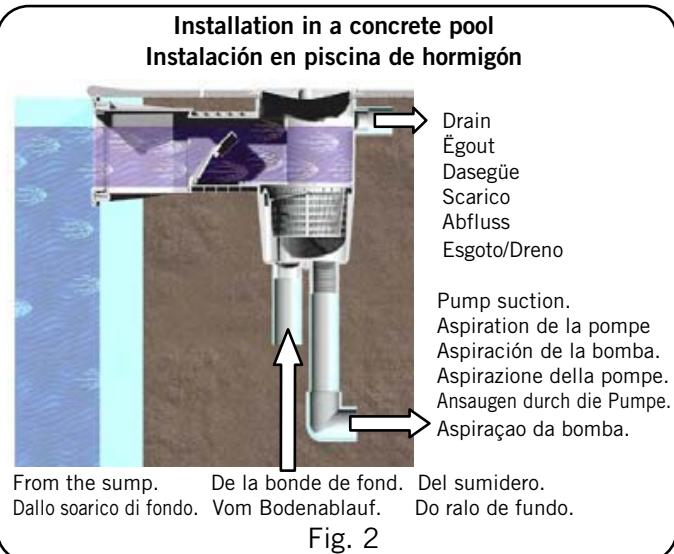

Fig. 2
La instalación se debe realizar según indicaciones descritas en las Figs. 2 y 3, dependiendo si es para piscina de hormigón o prefabricada.
- En caso de que el nivel del agua de la piscina sea excesivo, el skimmer posee una toma de agua que puede evacuar el agua sobrante al desagüe (Fig.2).
- En caso que el nivel del agua sea bajo, el skimmer posee una toma de agua que conectada al sumidero evitará una posible toma de aire, aspirando simultáneamente agua de este último. De esta manera el sistema de filtración no se verá afectado en ningún momento (Fig.2).
La installazione deve essere realizzata secondo le indicazioni descritte nelle Fig. 2 e 3, a seconda che si tratti di piscina di cemento o prefabbricata.
- Nel caso che il livello dell'acqua della piscina sia eccessivo lo skimmer possiede uno scarico (troppo pieno) che può eliminare l'acqua in eccesso (Fig. 2).
- Nel caso che il livello dell'acqua sia basso, lo skimmer possiede una presa che collegata allo scarico di fondo eviterà una possibile aspirazione d'aria, aspirando simultaneamente acqua da quest'ultimo. In questo modo il sistema di filtrazione non potrà essere danneggiato (Fig. 2).
Die Montage wird den Anweisungen in Abb. 2 und 3 entsprechend durchgeführt, je nachdem, ob es sich um ein Betonschwimmbecken oder ein Fertigschwimmbecken handelt.
- Falls das Wasserniveau im Schwimmbecken zu hoch ist, ist am Skimmer ein Anschluss vorgesehen, für den Ablauf des Wassers zum Abwasserkanal (Abb. 2).
- Für den Fall, dass der Wasserspiegel zu niedrig ist, hat der Skimmer einen Wasseranschluss für den Bodenablauf, welcher gestattet, gleichzeitig von diesem Wasser anzusaugen, wodurch vermieden wird dass evtl. Luft angesaugt werden kann. Dadurch wird das Filtersystem in keinem Fall gestört (Abb. 2).
A instalação deve ser realizada de acordo com as indicações descritas nas Fig. 2 e 3, dependendo de se a piscina é de betão ou pré-fabricada.
- Caso o nível da água seja da piscina seja excessivo, o skimmer possui uma que pode evacuar a água sobrante para o esgoto (Fig. 2).
- Caso o nível de água seja baixo, o skimmer possui uma tomada de água que, ligada ao ralo de fundo evitará uma possível entrada de ar, aspirando simultaneamente a água desde último. Deste modo, em nenhuma circunstância o sistema de filtração será afectado (Fig. 2).